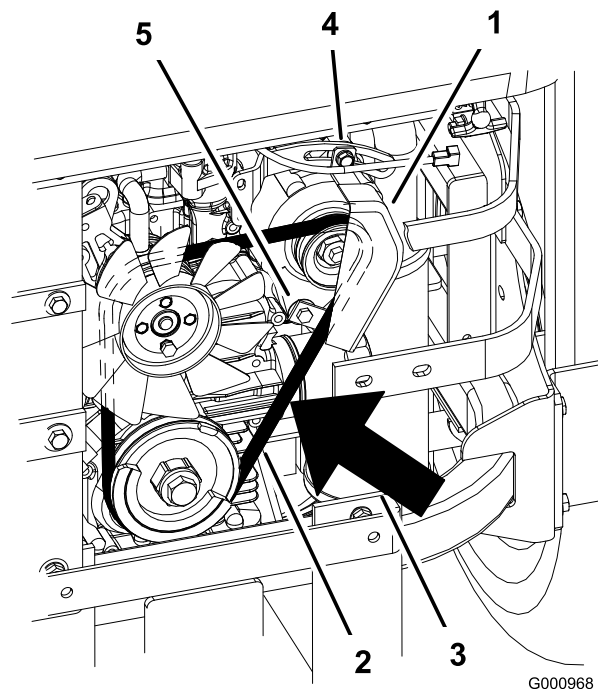

Figura 72
2. Ajuste el alternador hacia fuera hasta que quede una desviación de 7 a 9 mm en la correa entre el motor y las poleas del alternador con una fuerza de 10 kgf (Figura 72).
5. Si la desviación es correcta, apriete los pernos inferior y superior (Figura 72).